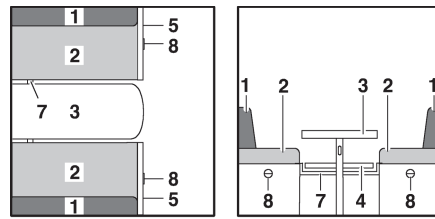

Fig. 139 Avant la transformation
- Agrandir la table (Fig. 139,3) et la transformer en sommier de lit (voir paragraphe 7.9).
- Insérer la barrette (Fig. 139,7) ou tirer vers l'intérieur. La barrette est positionnée correctement si elle maintient le plateau de table environ 15 - 20 cm derrière le pied de table.
- Tirer sur la poignée (Fig. 139,8) et ouvrir le portillon (Fig. 139,5).